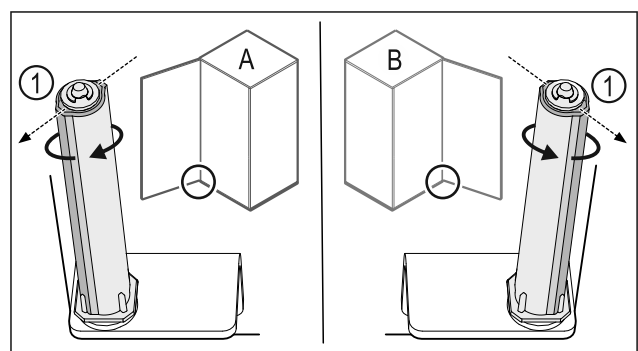

Fig. 26 Battuta a sinistra (A) / battuta a destra (B)
- ▶ Ruotare il sistema di chiusura contro la resistenza fino a quando la sporgenza del sistema di chiusura Fig. 26 (1) non è rivolta verso l'esterno.